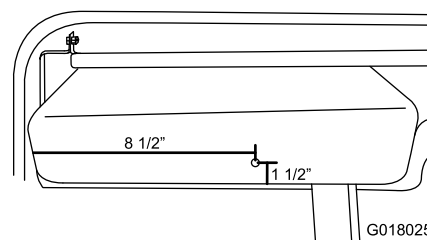

Bild 21
- Bohren Sie ein Loch ($\frac{5}{16}$ ") in das Handschuhfach mit einem Abstand von 216 mm von links und 38 mm von unten (Bild 21).